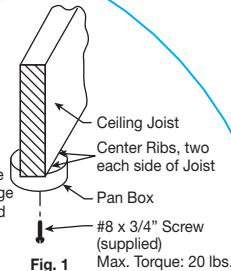

Fig. 1
- 5) Center the backside of pan box (the side with the four raised centering ribs) on the bottom of the ceiling joist and install one #8 x 3/4" lg. screw through the center hole in bottom of the pan box and screw into the ceiling joist, see Fig. 1. Tighten screws snugly.
- 5) Centrer l'arrière de la boîte d'encastrement (le côté avec les quatre nervures de centrage surélevées) sous la solive de plafond et poser une vis no 8 x 3/4 po dans le trou central au fond de la boîte et la visser dans la solive, voir Fig. 1. Bien serrer la vis.
- 5) Centre la parte trasera de la caja de conexiones redonda (el lado con las cuatro costillas de centrado elevadas) en la parte inferior de la viga de techo e instale un tornillo #8 x 3/4 de pulgada de longitud a través del orificio central de la parte inferior de la caja de conexiones redonda y atornille en la viga del techo, vea la fig. 1. Apriete los tornillos firmemente.